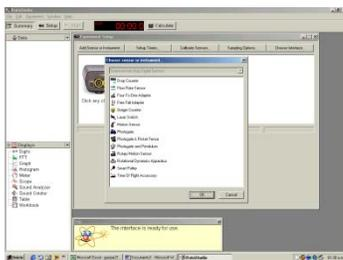
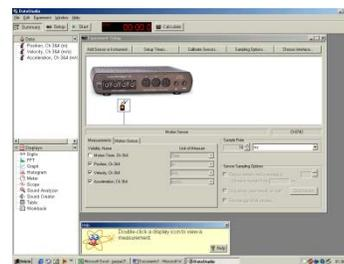

Figura No. 4
Figura No. 5
4. Ahora, dando un click sobre el canal 1 de la figura de la interfaz (*figura No. 3*) se despliega una lista de sensores (*Figura No. 4*) de la cual se debe seleccionar **Motion Sensor** haciendo doble clic. El programa muestra que el sensor está conectado a la interfaz y listo para iniciar con el experimento (*Figura No. 5*).